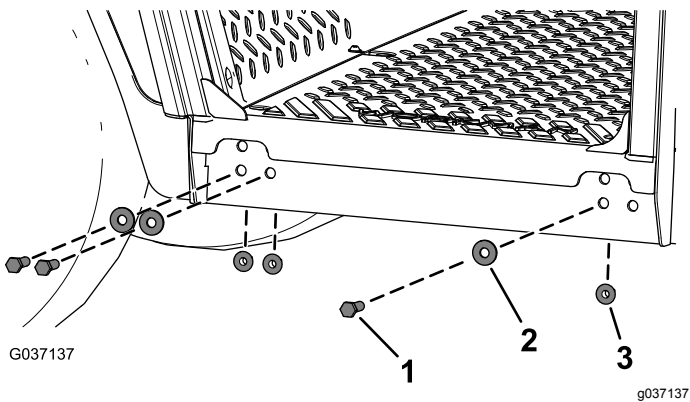

Figuur 11
- Til het cabineframe omhoog aan de hefpunten en plaats het op de machine (Figuur 11).